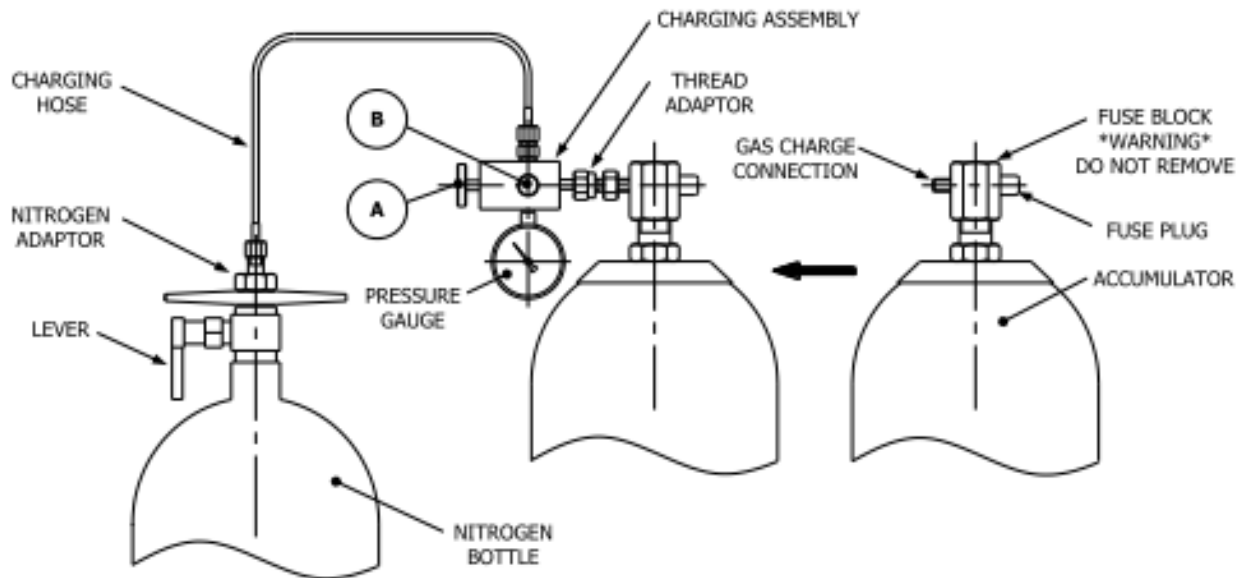

Figure 4.17 Configuration de la précharge de l'accumulateur
- Ôtez le bouchon d'étanchéité de l'embout permettant de charger le gaz. Voir figure 4.17 : Configuration de la précharge de l'accumulateur.
- Avant d'installer le bloc de charge, assurez-vous que vous avez tiré le volant de commande « A » en effectuant une rotation dans le sens antihoraire, que vous avez fermé la vis de purge « B » et que la rondelle d'étanchéité de l'indicateur de pression recouverte de cuivre est en place. **Remarque : n'installez pas le tuyau de charge.** Voir figure 4.17 : Configuration de la précharge de l'accumulateur.